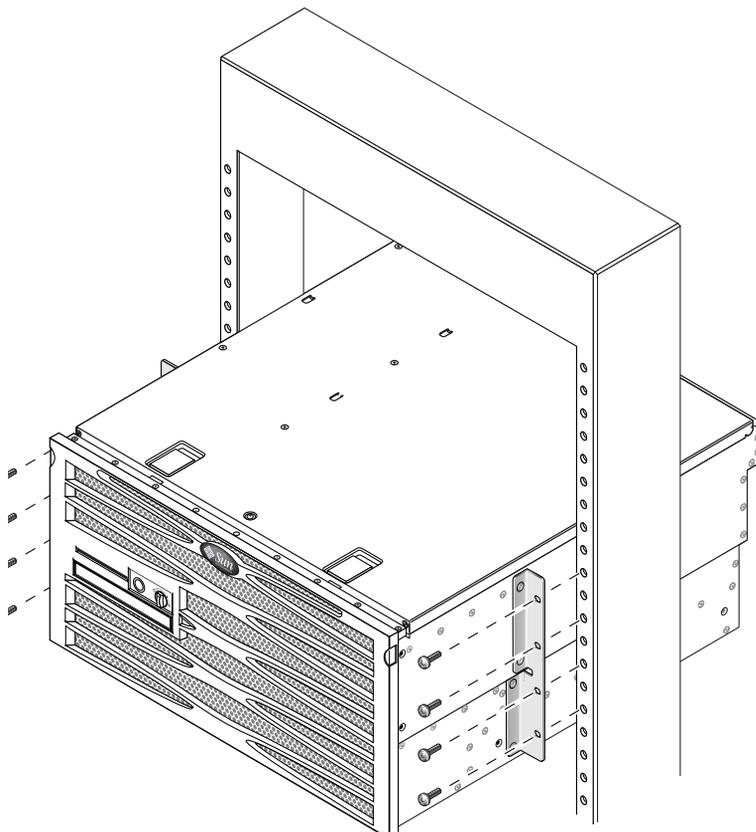

FIGURA 3-28 Instalación y fijación del servidor en el bastidor de dos postes
4. Con cuatro tornillos para cada soporte, fije el frontal del servidor a la parte frontal del bastidor (FIGURA 3-28).